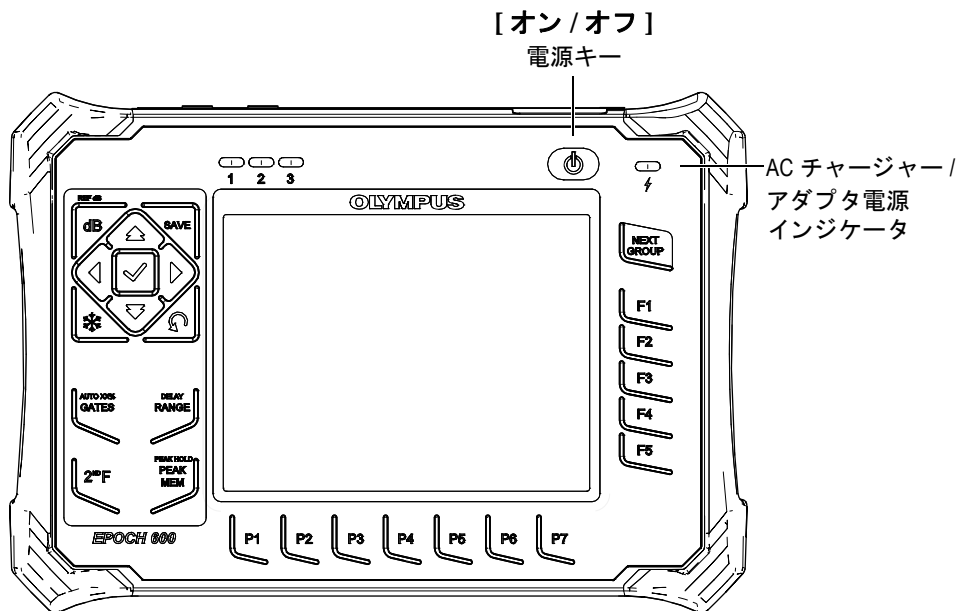

図 4-1 EPOCH 600 電源キーと電源インジケータの位置
78 ページ図 4-1 では、電源キーと AC チャージャー / アダプタ電源インジケータの位置を示しています。
4. 前面パネル電源キーを押して、EPOCH 600 の電源を入れます (78 ページ図 4-1 参照)。
前面パネルの電源インジケータが起動します (78 ページ図 4-1 参照)。